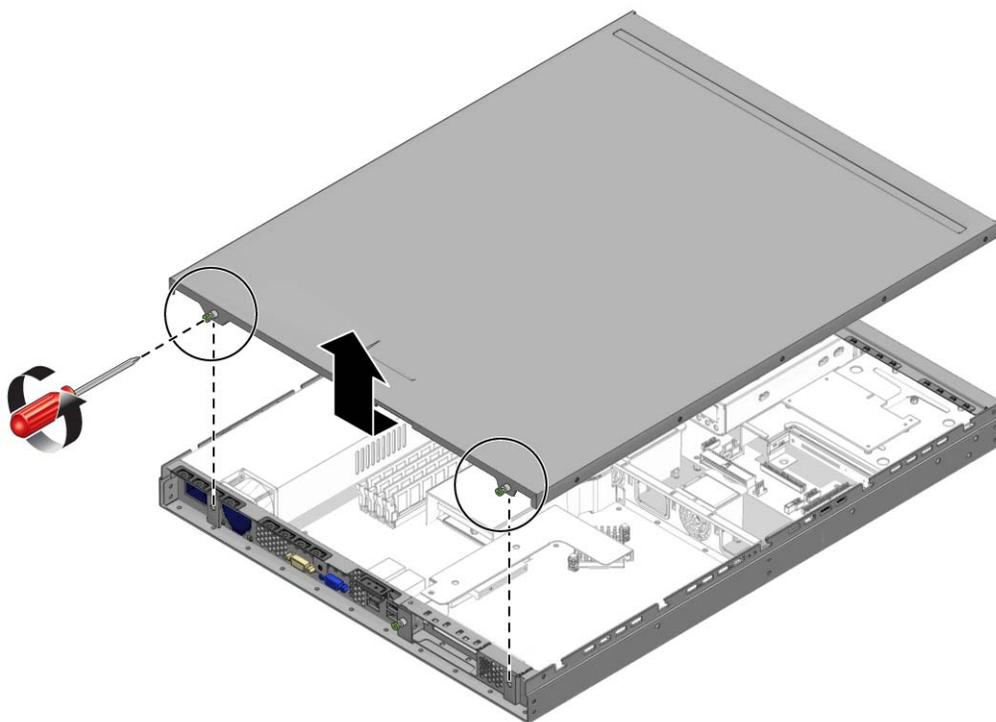

図 4-1 サーバーのカバーの取り外し
7. シャーシにカバーを固定している 2 本の固定ネジを緩めます（図 4-1 参照）。